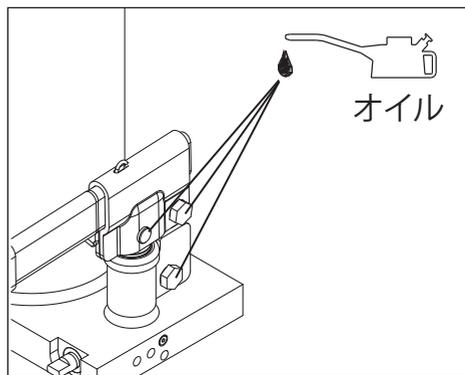

図7 - 潤滑
**CAUTION** 注意:充填しすぎないでください!ラムを完全に戻してジャッキを直立させた状態で、オイルレベルが図7または図7に示されている上限を超えないようにしてください(ご使用のジャッキモデルに応じて)。
ジャッキの使用前およびラムを10サイクル(上下)させた後、すべてのピボットピンおよびリンケージを潤滑オイルで十分に潤滑します。図7を参照してください。